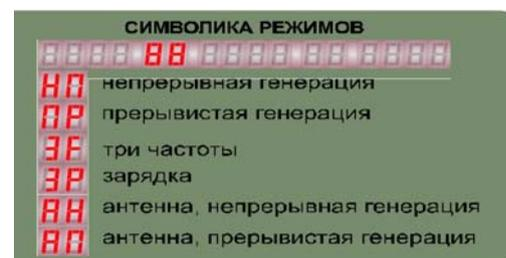

Рис. 3.8
2) В зависимости от поставленной задачи, для задания режима, следует кнопками «↗» или «↘» («по кольцу») поз.5 рис.3.7 выбрать на индикаторном поле «РЕЖИМ» символ нужного режима генерации или режима зарядки автономных аккумуляторов. Индикация режимов приведена на рис. 3.8. Если к выходу подключена передающая антенна – светится «АН» (режим «антенный непрерывный»). При этом возможен выбор только между «АН» и «АП» (режим «антенный прерывистый») непосредственно кнопками «↘» или «↗».